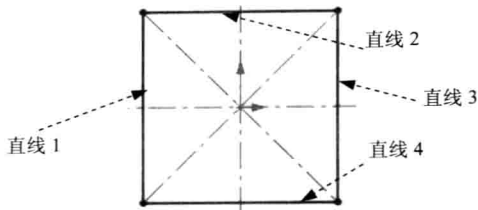
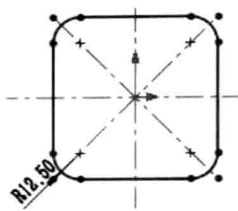

图 4.3 绘制的矩形
图 4.4 绘制的圆角
(2) 绘制矩形。选择下拉菜单 **工具(T)** → **草图绘制实体(E)** → **中心矩形** 命令。在图形区中绘制图 4.3 所示的直线。
(3) 绘制圆角。选择下拉菜单 **工具(T)** → **草图工具(T)** → **圆角(F)...** 命令,在“绘制圆角”对话框的 λ (半径) 文本框中输入圆角半径值 12.5。分别选取图 4.3 所示的直线 1 与直线 2,系统便在这两个边之间创建圆角,同理添加其他圆角,完成后如图 4.4 所示。